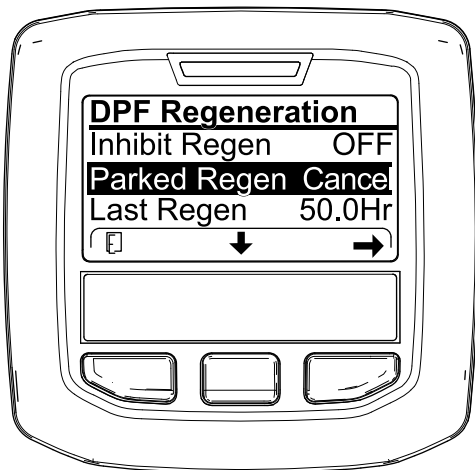
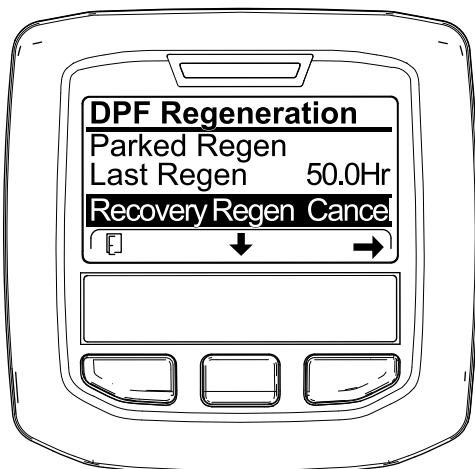

Figura 82
Figura 83
1. Accesai meniul Regenerare DPF (Figura 82).
2. Apăsai butonul central pentru a derula în jos către opțiunea PARKED REGEN CANCEL (Anulare regenerare în stare de parcare) (Figura 82) sau opțiunea RECOVERY REGEN CANCEL (Anulare regenerare de recuperare) (Figura 83).
3. Apăsai butonul din dreapta pentru a selecta accesarea Regen Cancel (Anulare regenerare) (Figura 82 sau Figura 83).